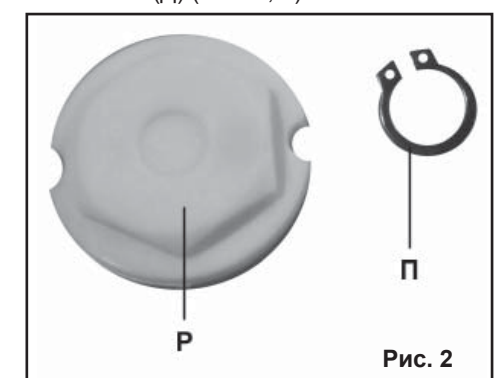

Рис. 2
6.1. Установите на оси задней стойки (Д) колеса (А) в следующей последовательности: колесо (А), стопорное кольцо (П), и закройте колесными колпаками (Р), тем самым зафиксировав колеса (А) на задней стойке (Д) (Рис. 2, 3).